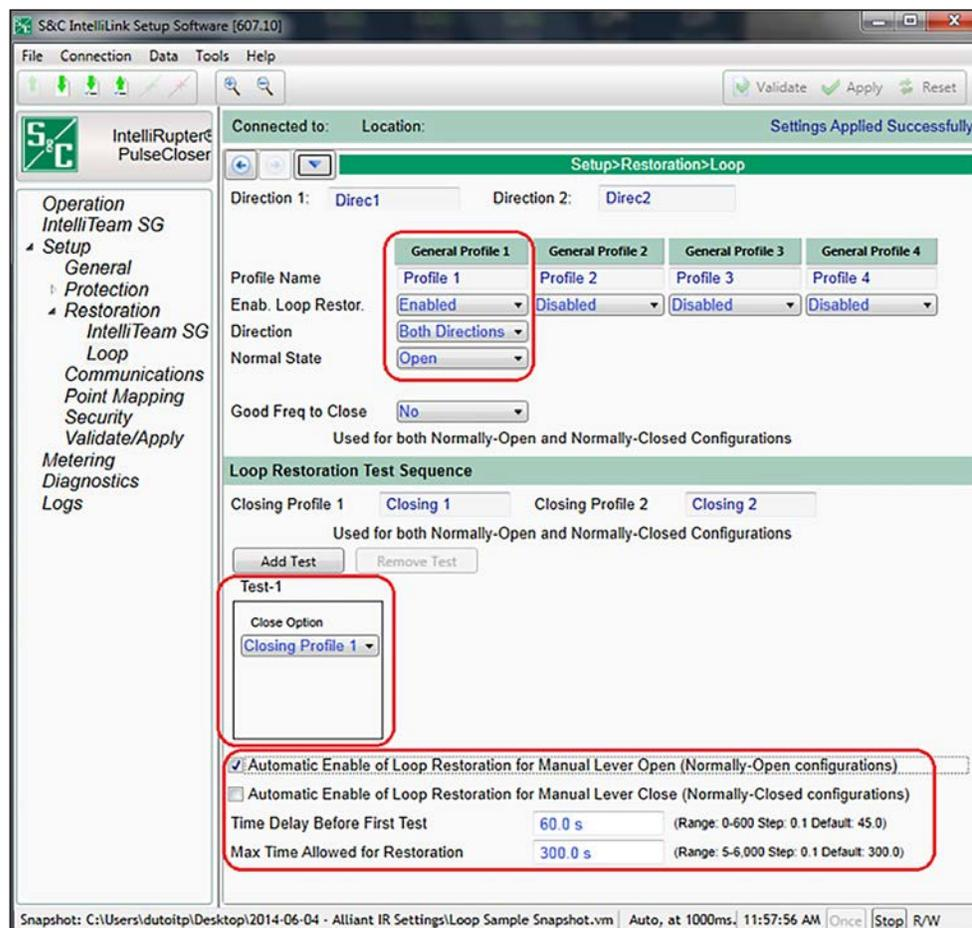

Figura 79. Tela Configurações>Recomposição>Anel.
PASSO 1. Na tela *Setup> Restoration>Loop*, habilite o valor-alvo **Enable Loop Restoration** para o Perfil Geral desejado. Ver Figura 79.
Quando o modo **Recomposição do Anel** está tomando uma decisão de fechar e recompor o alimentador, ele usa o perfil e a sequência de testes conforme programação feita na tela *Setup>Restoration>Loop>Loop Restoration Test Sequence*. Ver Figura 79 na página 150.